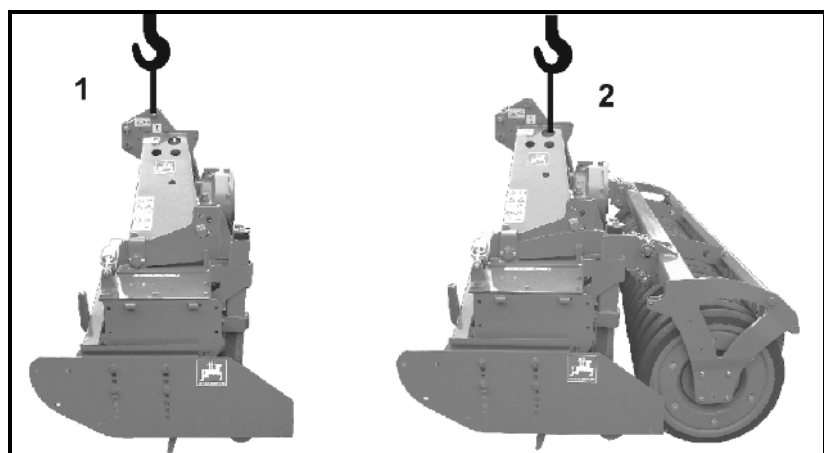

Bild 4
- **KG utan vält** lyfts vid lastning med hjälp av en lyftkrok enligt Bild 4/1
- **KG med vält** lyfts vid lastning med hjälp av en lyftkrok enligt Bild 4/2